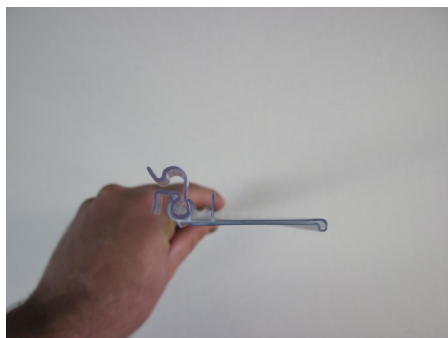

Abb. 3a
1. Die Profile für die Preisschilder darauf anbringen. **Abb. 3a - 3b**;